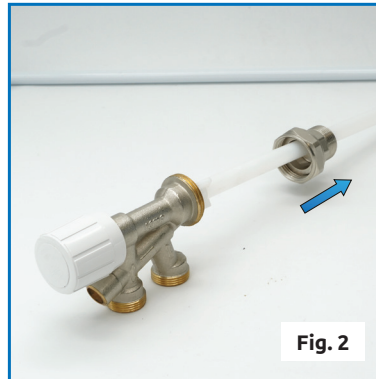

Fig. 2
2. Rimuovere la calotta e il bocchettone, seguendo quanto indicato in fig. 2.
2. Rimuovere il canotto da sostituire utilizzando un cacciavite a taglio, facendo una leggera leva mentre si ruota per facilitarne l'estrazione come mostrato in fig. 2.